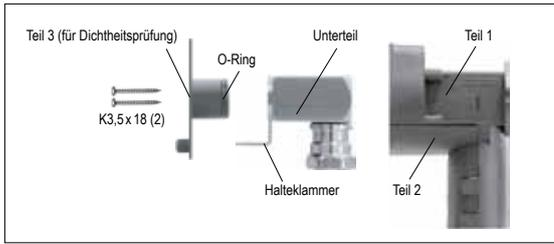

Abb. 13: Packung 2
- Unterputz (s. Abb. 13): 1 Unterteil, 1 Montagedose (3-teilig), 2 Schrauben